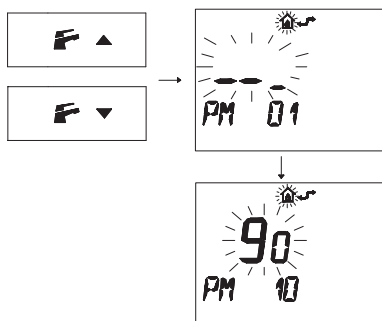

Figura 5.65
- Premere i pulsanti **F**▲ o **F**▼ per visualizzare la programmazione "PM10" selezione della frequenza di accensione (Figura 5.65).
Nella Figura 5.65 si visualizza un SET programmato di **90** corrispondente ad un tempo di riaccensione di 3 minuti circa.